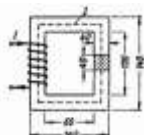

Рисунок 4 –
- 2 Замкнутая магнитная цепь (рисунок 4) выполнена из пластин трансформаторной стали. Сколько витков должна иметь катушка с током 0,5 А, чтобы создать в сердечнике магнитный поток 0,0016 Вб?